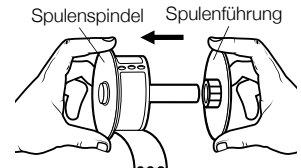

Abbildung 5
- 4 Halten Sie die Spulenspindel in Ihrer linken Hand und setzen Sie die Etikettenrolle so auf die Spindel, dass die Etiketten von der Unterseite zugeführt werden und die linke Kante der Etikettenrolle bündig mit der Seite der Spule abschließt. Siehe Abbildung 5.